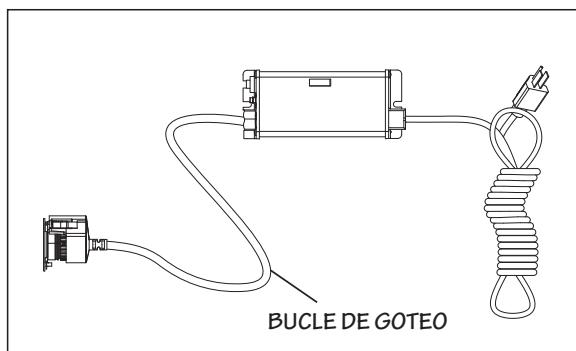

Figura 5 Bucle de goteo
- El controlador se debe montar encima o al lado de la cámara. Siempre monte el controlador horizontalmente para evitar que la humedad se filtre por la canalización de los cables y provoque un peligro de incendio. Es muy recomendable usar bucles de goteo en los cables conectados al controlador. Consulte Figura 5.
- Monte el controlador VIQUA ICE de forma horizontal a la pared, cerca de la cámara. Lo idóneo sería colocar el controlador sobre el reactor y lejos de cualquier punto de conexión de agua para evitar que se vierta agua en el controlador por medio de fugas en un punto de conexión o un sistema de "transpiración". Asegúrese de permitir un "bucle de goteo", como se muestra en la Figura 5, en la lámpara y el cable de alimentación para evitar, de nuevo, que entre agua en el controlador.